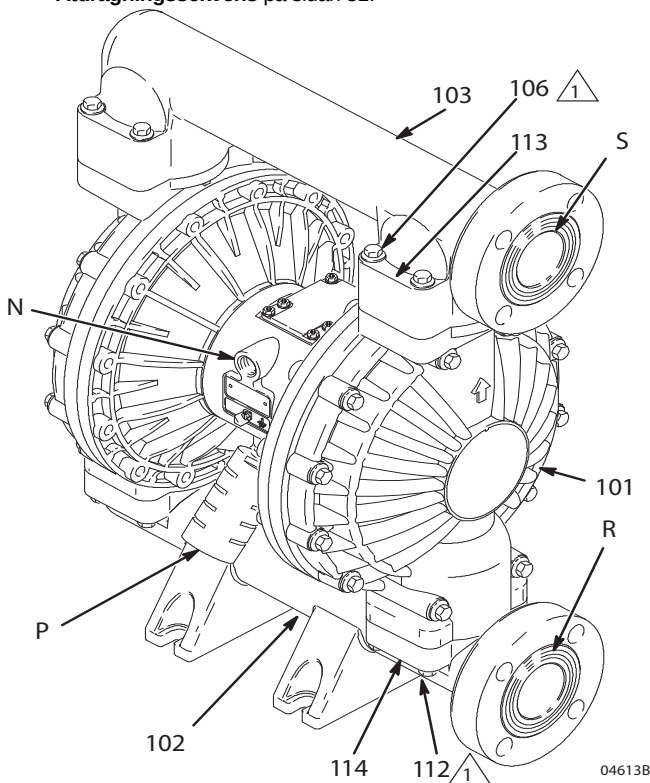

Fig. 4
Pumpen levereras med vätskeintaget (R) och utloppet (S) riktade åt samma håll. Se **Fig. 4**. Gör enligt följande om riktningen ska ändras för intag och/eller utlopp:
1. Skruva bort skruvarna (106, 112, 113 och 114) som håller fast intags- (102) och/eller utloppsfordelningsröret (103) på locken (101).